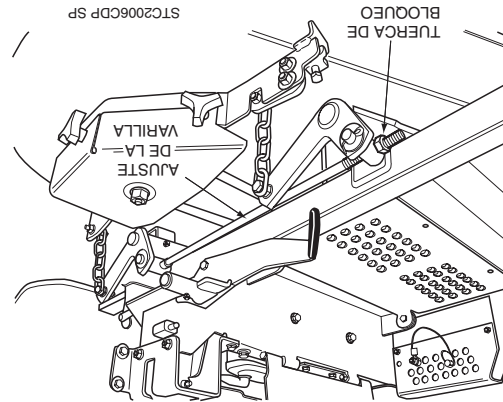

Figura 6-5. Ajuste de la plataforma de corte
1. Afloje ambas tuercas de bloqueo en ambas varillas de ajuste. (Vea la Figura 6-5).